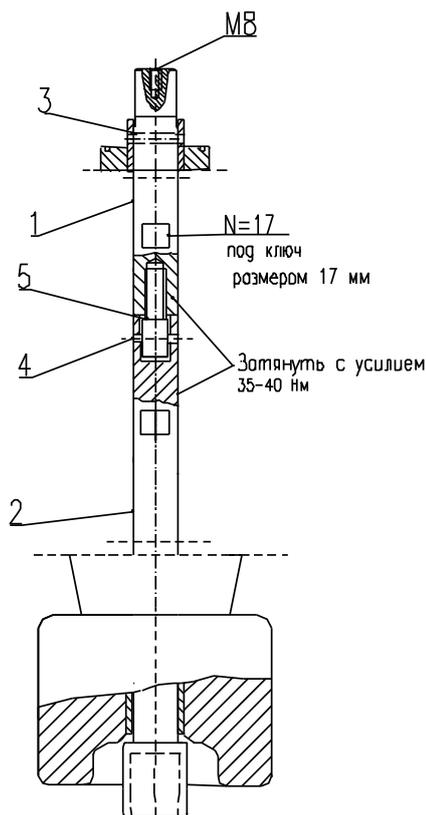

Рис. 13 Стержневой проводник на 800 А
9. Вставьте фиксирующий штифт поз. 3 согласно рис. 13 и 14.